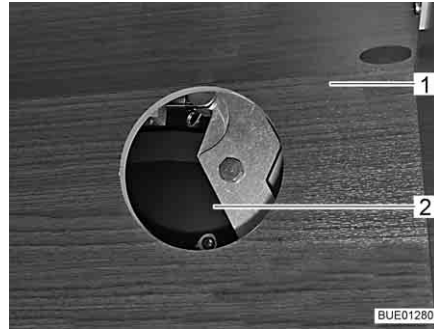

Bild 119 Zugang zum Antrieb
- Je nach Modell die Klappe am Hängeschrank (Bild 119,1) öffnen und Deckel von Zugangsöffnung (Bild 119,2) abziehen.